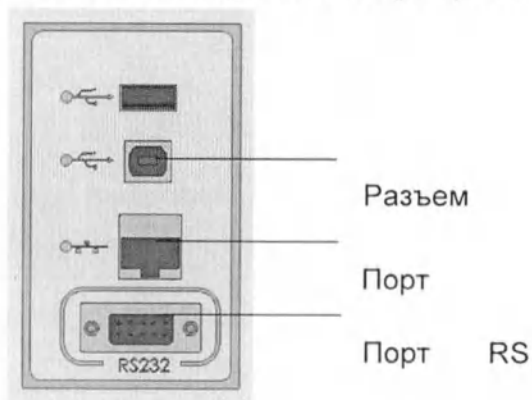

Рисунок 2
- USB-кабель** для разъема USB-2 (см. рис. 2),
- RS-кабель для разъема RS 232 (см. рис. 2),
- Кабель Ethernet** и доступ в сеть Интернет для разъема Ethernet (см. рис. 2).
Установите соединение между компьютером и изделием, используя один из разъемов USB-2, Ethernet или RS 232 на модуле связи (рисунок 2).